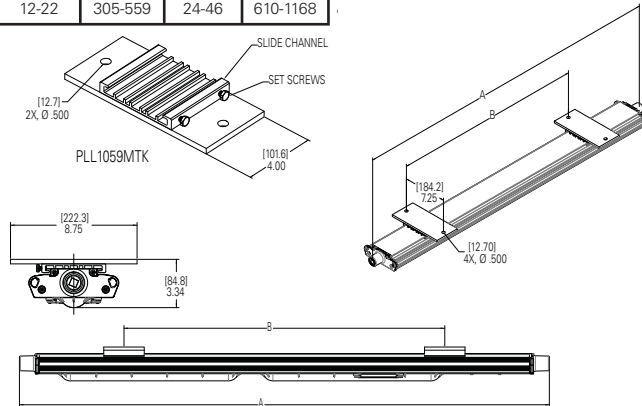

Imagen 12
- Marque y taladre agujeros para sujetar los soportes de PLL1059MTK. Use cuatro (4) pernos de 3/8" (no incluidos) en las medidas de centro a centro (ver Imagen 12). Para los soportes de PLL1059MTK, los agujeros pueden estar espaciados según sea necesario. Se recomienda que estén separados al menos 12" (305mm) (ver Imagen 12).
- El dispositivo ahora está listo para su montaje. Se recomienda encarecidamente que use a dos (2) personas especializadas calificadas para proceder con el montaje final del dispositivo. Se recomienda esto para evitar cualquier lesión personal o daño al dispositivo.
- Ajuste los cuatro (4) tornillos de fijación de 1/4" en los canales deslizantes hasta que estén abajo (vea la Imagen 12). Aplique un torque de 78 pulgadas-libras. (8.8 N-m).